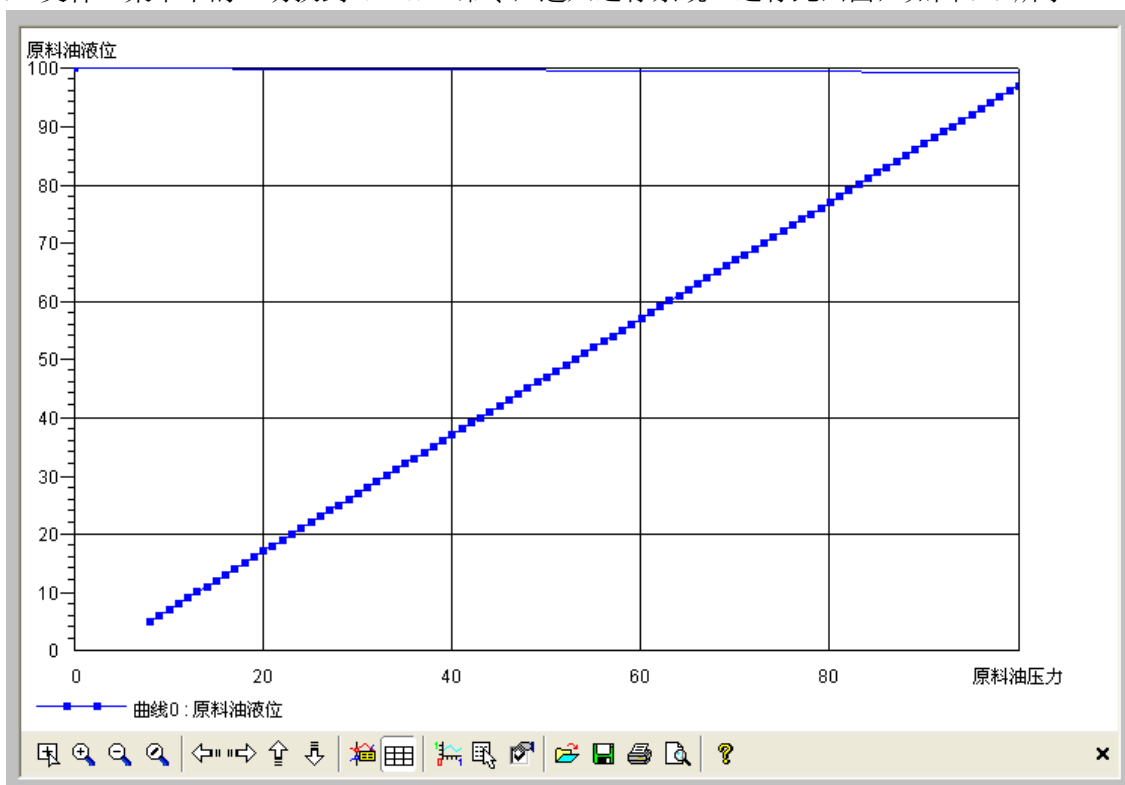

图 7-7 运行中的 XY 控件
7、“文件”菜单中的“切换到 VIEW”命令，进入运行系统。运行此画面，如图 7-7 所示。